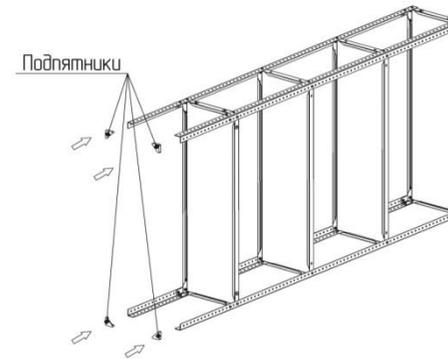

Рис. 4
3. Установить подпятники (см. Рис. 4).